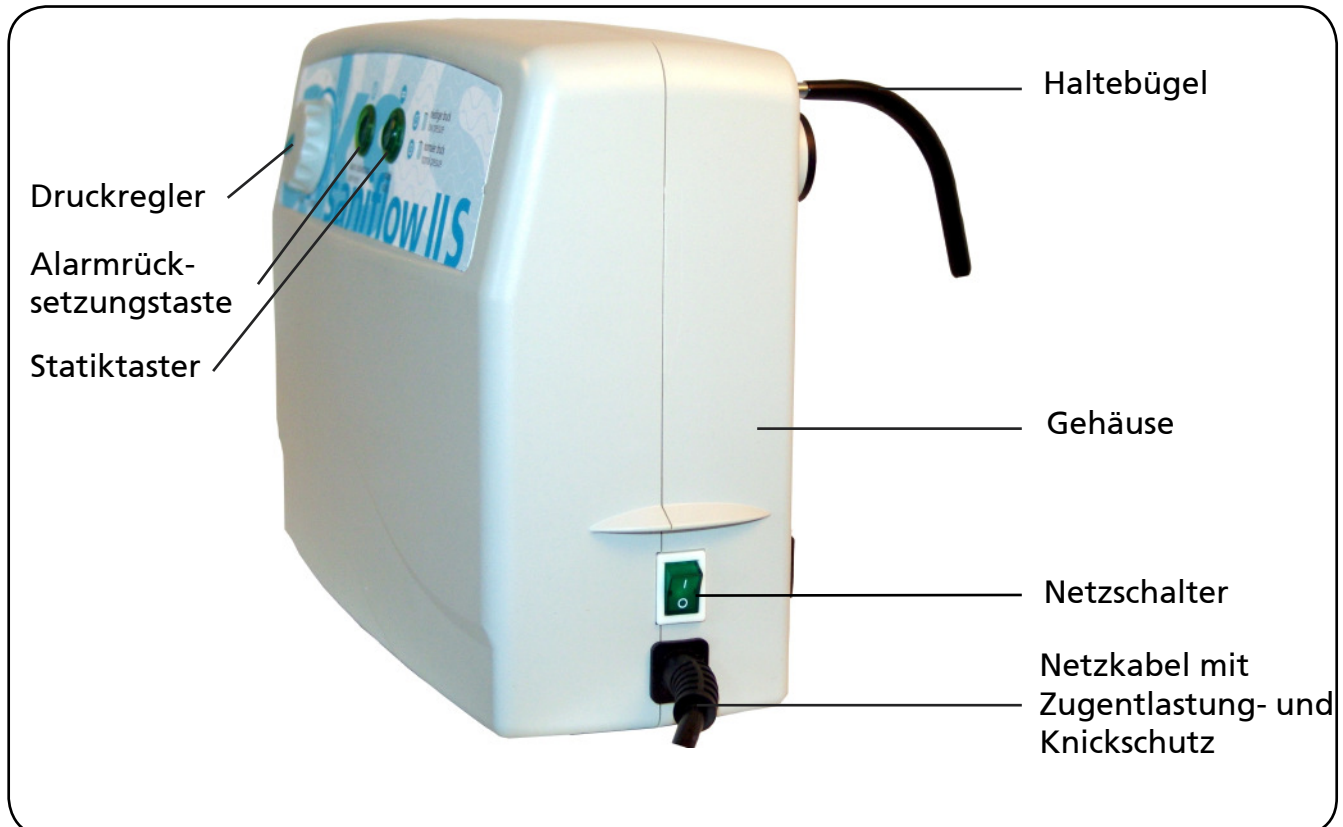

Abbildung 02
Über einen Druckregler am Aggregat (siehe Abbildung 02) kann der Fülldruck stufenlos in einem Skalierungsbereich von 1 bis 10 individuell an das Patientengewicht bzw. die momentane Belastungssituation angepasst werden.
1. Schalten Sie das Aggregat mit dem Netzschalter ein (siehe Abbildung 02). Die Betriebskontrollleuchte im Netzschalter leuchtet grün auf.